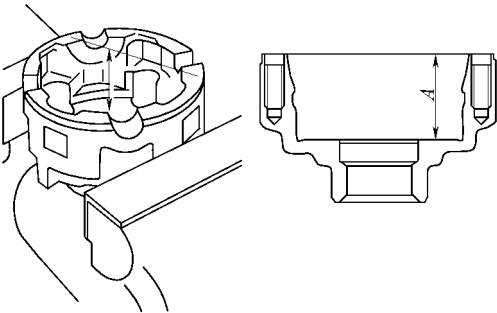

图 14-169 测量右差速器壳
(1) 测量右差速器壳。按图 14-169 所示测量右差速器壳。